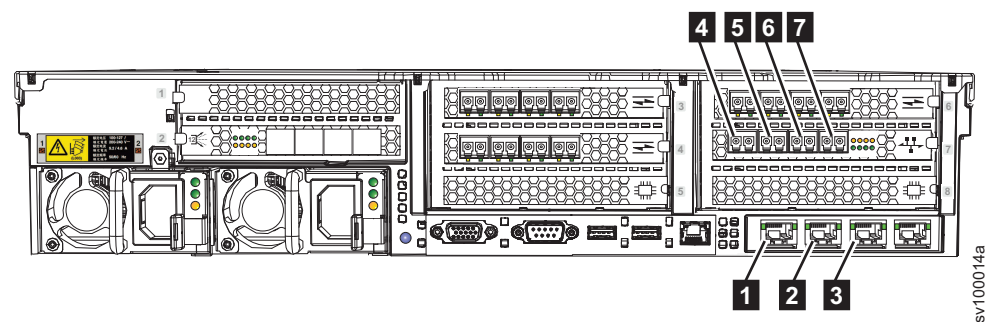

图 31. SAN Volume Controller 2145-SV1后部的以太网端口
- 1. 将以太网电缆连接到 SAN Volume Controller 2145-SV1 后部的以太网端口。端口 1-3 是标准端口。如果要将 10 Gbps 或 25 Gbps 光学以太网适配器连接到以太网交换机以进行 iSCSI 通信，那么可以使用 11 个以太网端口。图 31 显示了一种可能的节点配置。